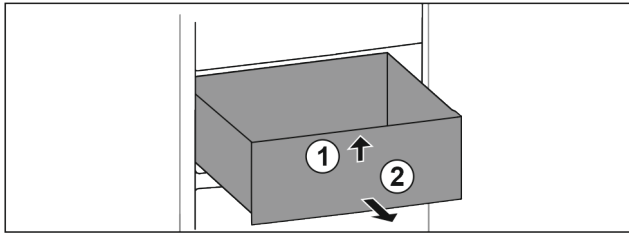

Fig. 64
- ▶ Levante el cajón por delante. Fig. 64 (1)
- ▶ Extraiga el cajón hacia delante. Fig. 64 (2)